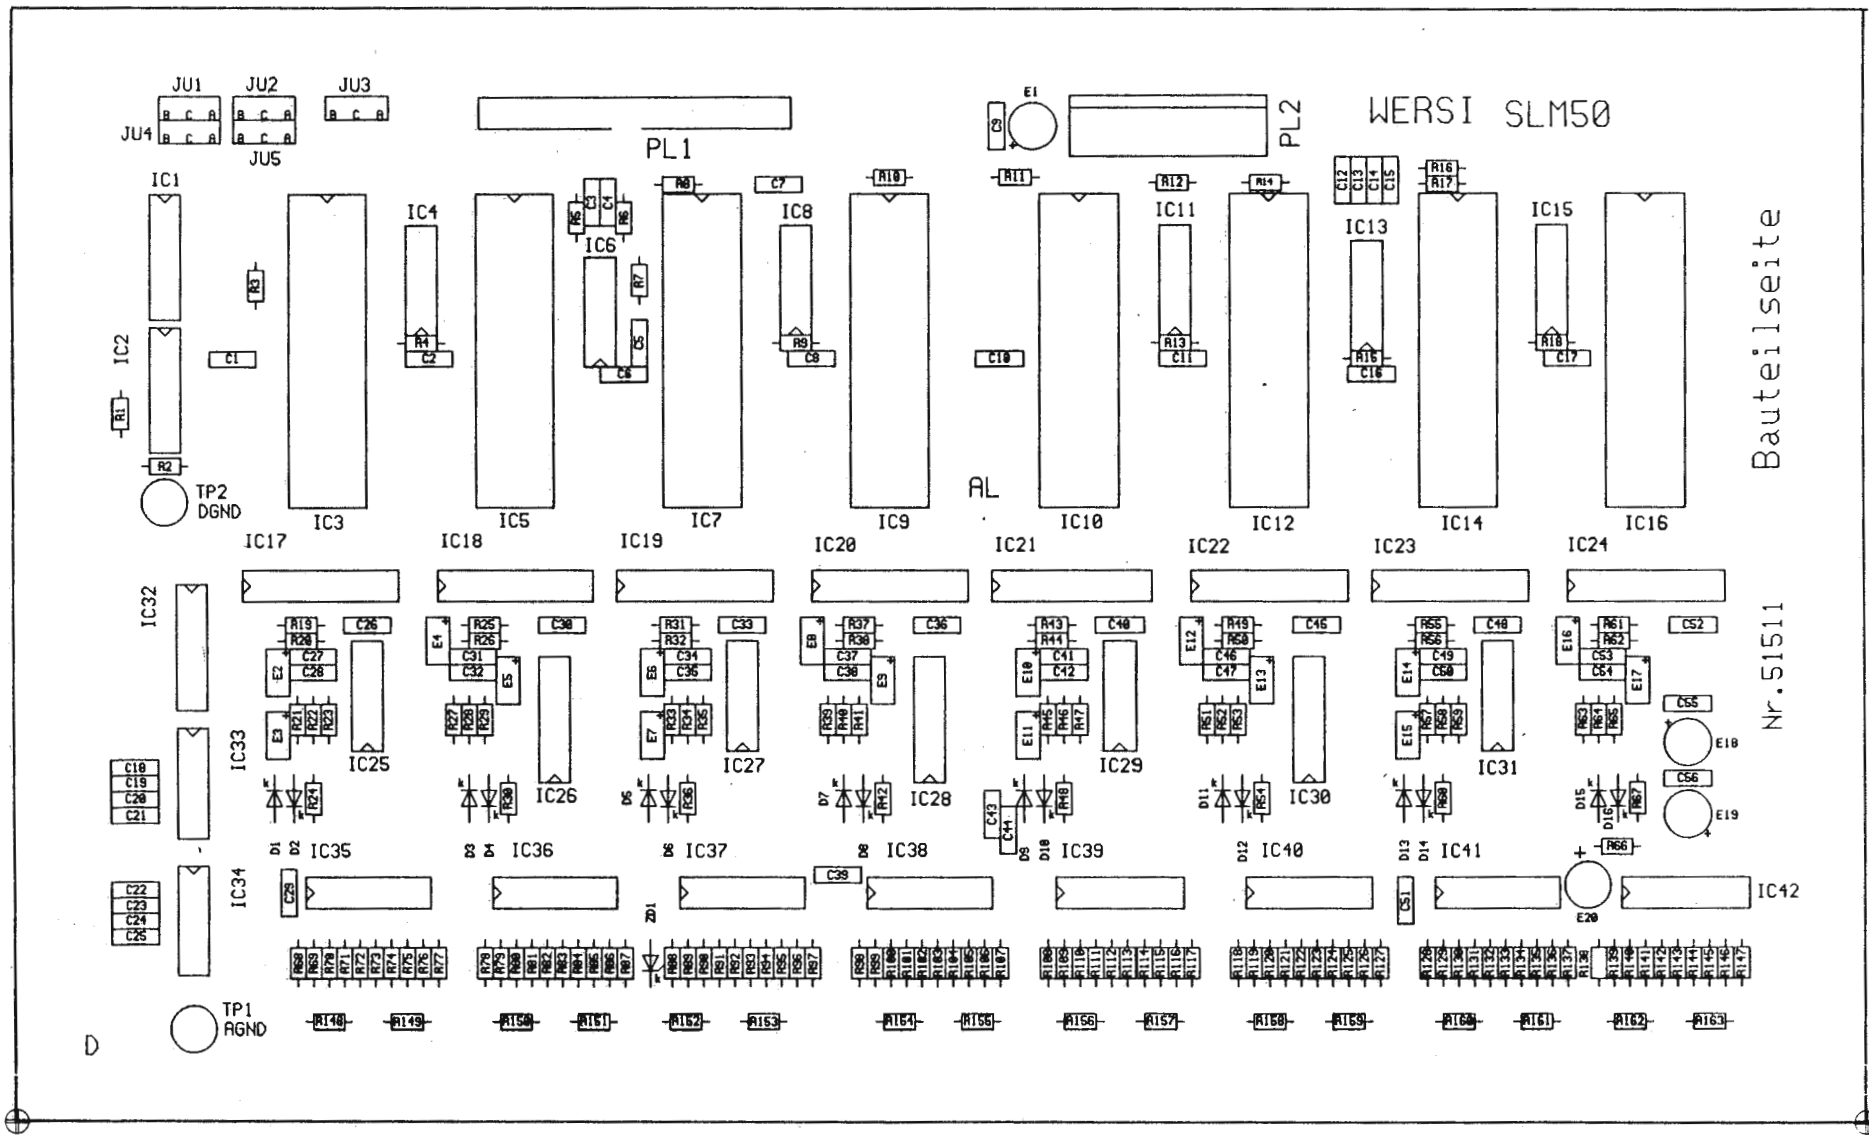

Abb. 2: Positionsdruck SLM 50
1) Unabhängig vom Positionsdruck muß der Pluspol des E 20 näher Richtung Platinenmitte liegen, siehe Abb.2.